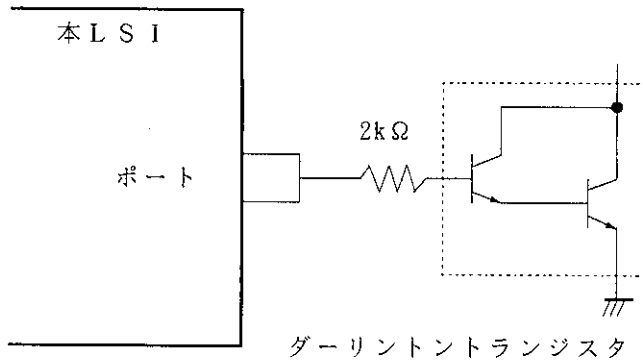
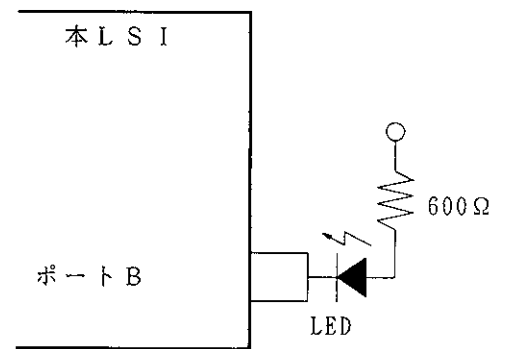

図 15.1 ダーリントトランジスタ駆動回路例
図 15.2 LED 駆動回路例
2. ダーリントトランジスタや、LED を直接駆動する場合には、図 15.1、図 15.2 に示すように、出力に必ず電流制限抵抗を挿入してください。